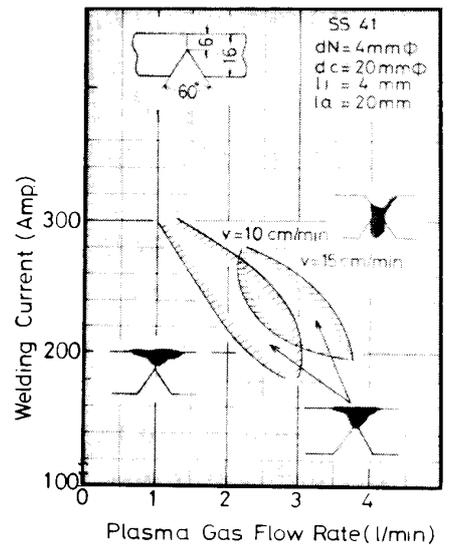
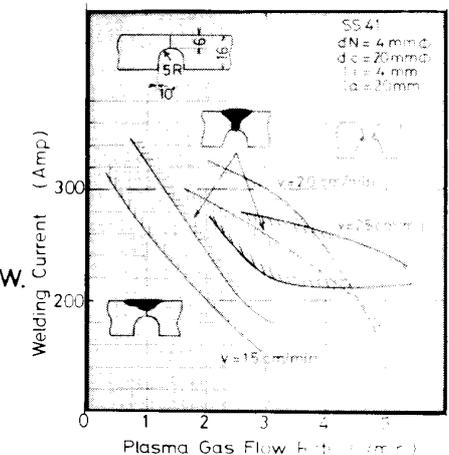
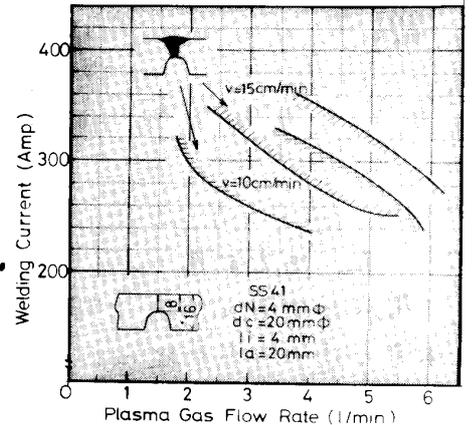

図3. 適正領域 (逆V開先)
図4. 適正領域 (逆U開先)
図5. ルートギャップ8mmのとき
- (1). 逆V型, 逆U型の開先形状の比較を行うと図3, 図4, に示すように同一速度では逆U開先形状とした方が溶接適正領域が広く優れていることがわが, た。以下は逆U開先での結果である。
- (2). ルートフェイスの高さは図4は6mm, 図5は8mmの場合であり 溶接適正領域は後者でもかなり広いが10mmにした場合は存在しなくな, た。